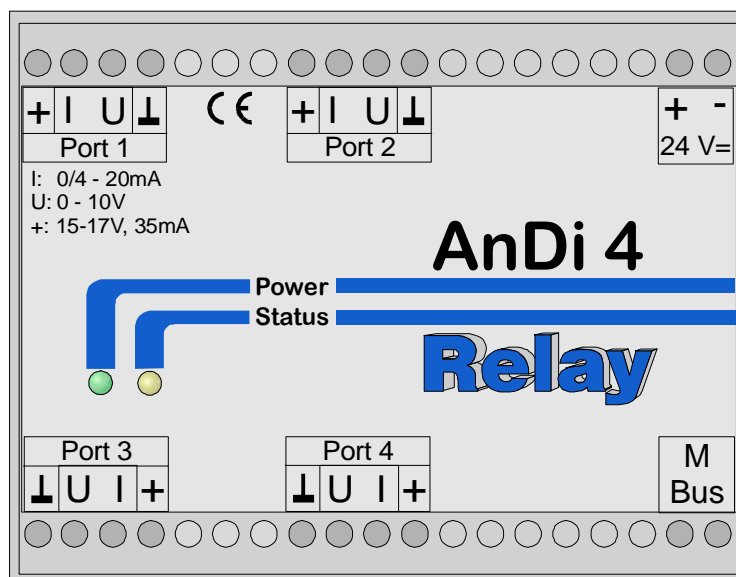

Abb.1: Frontansicht des AnDi 1..4
Der AnDi 4 benötigt zum Betrieb eine externe Gleichspannung von 24V (DC)  $\pm$  5%. Dafür sind die Klemmen + und – mit der Beschriftung 24VDC vorgesehen (siehe Abb.1). Es ist unbedingt auf die richtige Polung zu achten. Sobald die Versorgung anliegt, leuchtet die grüne Power-LED. Im selben Moment leuchtet auch für etwa 1 Sekunde die gelbe Status-LED. Sobald diese erloschen ist, ist das Gerät betriebsbereit.